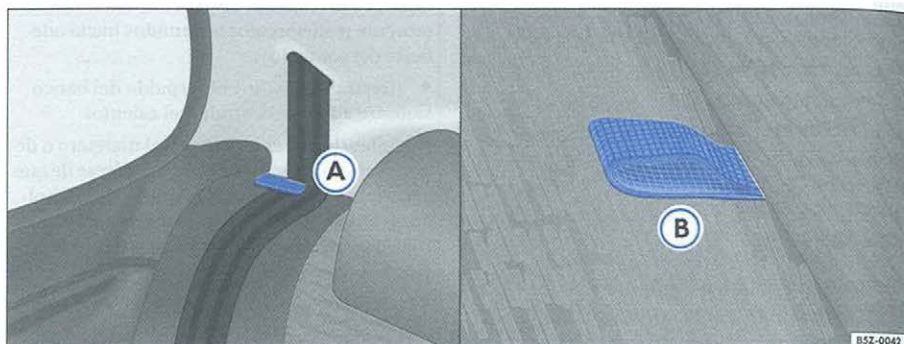

Fig. 89 Acoplamiento del cinturón para el abatimiento del asiento / uno de los tiradores para desbloqueo del respaldo
- Posicione la cinta de los cinturones de seguridad en sus respectivos alojamientos ⇒ fig. 89 .
– Tire del tirador localizado entre el asiento y el respaldo trasero, lado izquierdo, ⇒ página 106, fig. 89 para desbloquear la fijación del respaldo del asiento izquierdo ⇒ ⚠ y, al mismo tiempo, tire del respaldo sobre el asiento.
– Tire del tirador localizado entre el asiento y el respaldo trasero, lado derecho, ⇒ página 106, fig. 89 para desbloquear la fijación del respaldo del asiento derecho ⇒ ⚠ y, al mismo tiempo, tire del respaldo sobre el asiento.